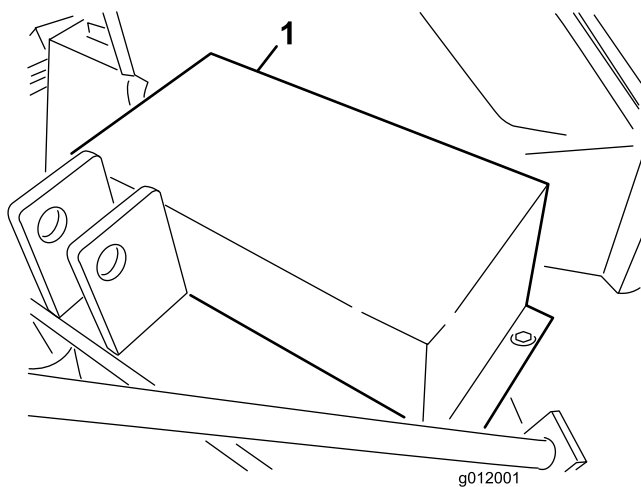

Figura 13
1. Retire os parafusos, as anilhas e as porcas que prendem a proteção da correia à caixa do soprador (Figura 13).
2. Retire a proteção da correia (Figura 13).